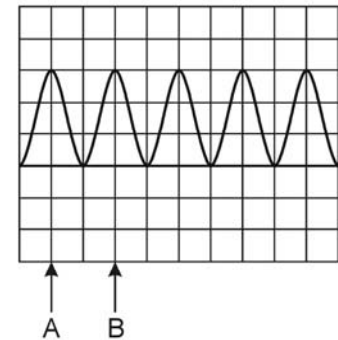

Fig. 6-4
Utilize a Fig. 6-4 como um exemplo. Um (01) ciclo ocorre do ponto A até o ponto B, e corresponde a 2,0 divs na tela. Se o tempo de varredura for assumido como sendo 1 ms/DIV, o período será de  $1 \text{ ms/DIV} \times 2,0 = 2,0 \text{ ms}$ . Da mesma forma, a frequência será de  $1/2,0 \text{ ms} = 500 \text{ Hz}$ . No entanto, se  $\times 10 \text{ MAG}$  ( $\times 5 \text{ MAG}$ ) for utilizado, TIME/DIV deve ser calculado como  $1/10$  ( $1/5$ ) do valor indicado.